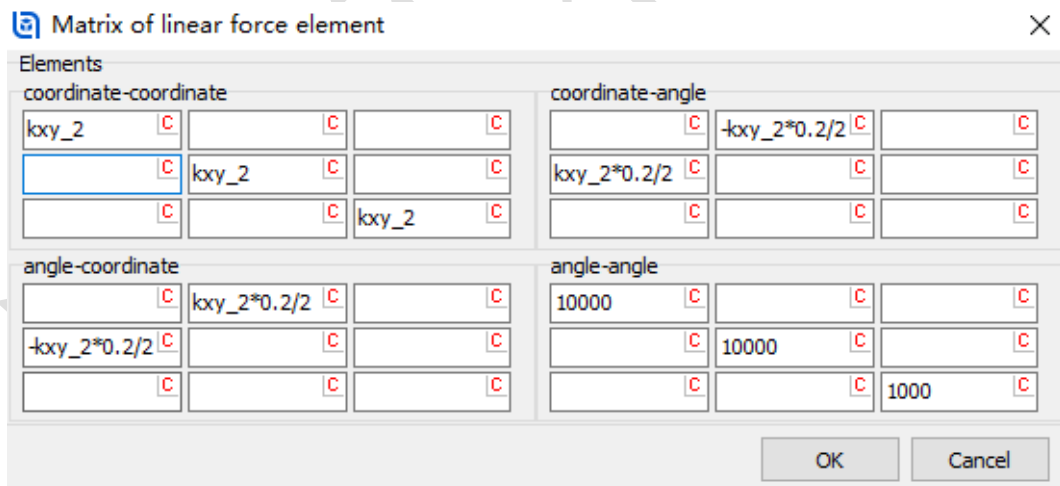

图 3-77
- 5) 点击 **Stiffness matrix** 栏的按钮，输入刚度矩阵，如图 3-77，其中 **kxy_2** 为纵向和横向刚度 (**1.25e5**)，**kz_2** 为垂向刚度 (**1.5e5**)。